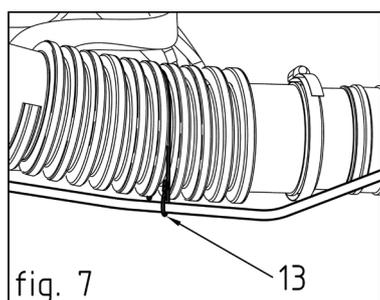

fig. 7
1.6 Крепление троса дроссельной заслонки (рис. 7)
- Вставьте трос дроссельной заслонки в зажим (13), а затем закрепите зажим на гибком шланге.